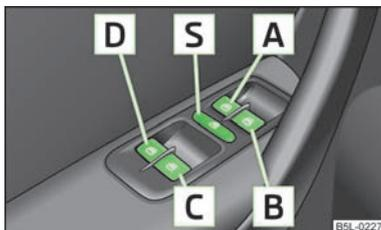

Fig. 18
- Si des enfants sont assis sur les sièges arrière, nous vous recommandons de neutraliser les lève-vitres électriques des portières arrière (touche de sécurité S) » fig. 18.
Les touches pour chacune des vitres se trouvent dans l'accodoir de la porte du conducteur » fig. 18, de la porte côté passager avant et des portes arrière » page 41.
Vous pouvez mettre les touches des lève-vitre des portières arrière hors fonction en appuyant sur la touche de sécurité **S** » fig. 18. Vous pouvez remettre les touches des lève-vitre des portières arrière en fonction en appuyant de nouveau sur la touche de sécurité **S**.